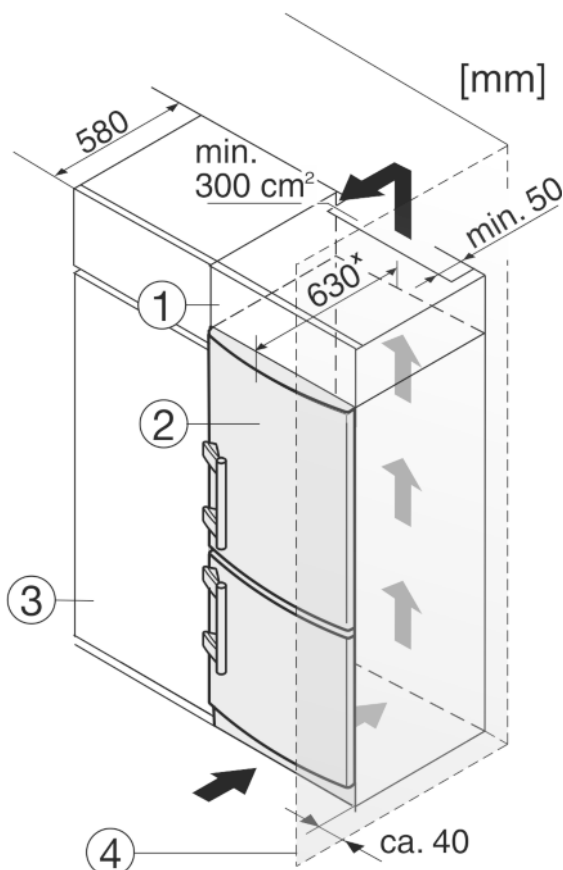

Fig. 9
- (1) Nastavbová skříň
- (2) Spotřebič
- (3) Kuchyňská skříň
- (4) Stěna
Zařízení lze zabudovat do vybavení kuchyně. K vyrovnání přístroje Fig. 9 (2) na výšku kuchyňské linky lze na přístroj nasadit odpovídající nástavec Fig. 9 (1).
Při montáži do kuchyňských skříní (hloubka max. 580 mm) lze přístroj instalovat hned vedle kuchyňské skříně Fig. 9 (3). Přístroj přesahuje přední stěnu kuchyňské skříně na stranách o 34 mm* a uprostřed o 50 mm*.
Když se přístroj instaluje závěsy vedle stěny Fig. 9 (4), musí být vzdálenost přístroje od stěny alespoň 40 mm. To odpovídá přesahu madla při otevřených dvířkách.